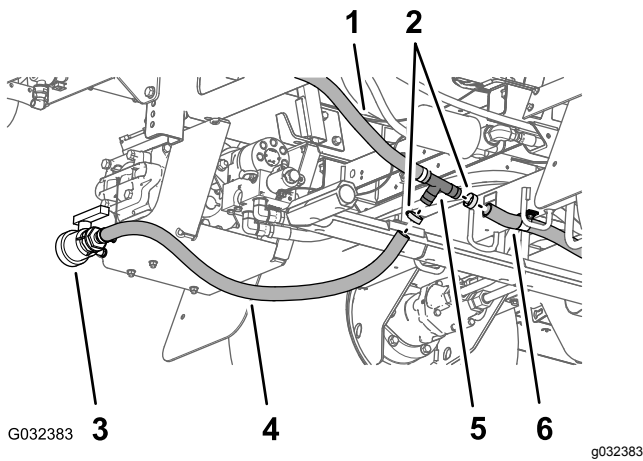
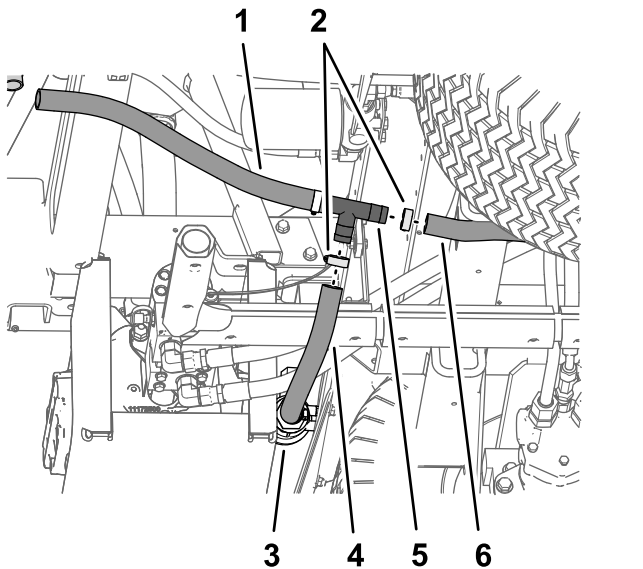

Bild 42
Bild 43
- Entfernen Sie die zwei Schlauchklemmen, mit denen der Ablassventilschlauch und der hintere Behälterablassschlauch am gezahnten T-Anschlussstück befestigt sind (Bild 42 und Bild 43).
- Entfernen Sie das T-Anschlussstück vom Ablassventilschlauch vom hinteren Behälterablassschlauch (Bild 42 und Bild 43).